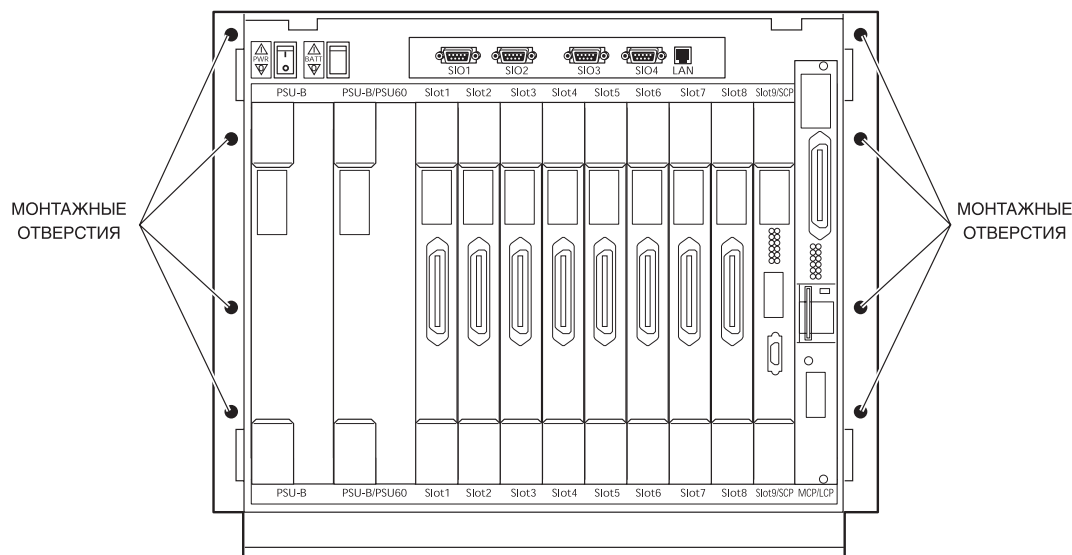

Рис.2-5 Установка блока в 19-тидюймовую стойку
4. Установите блоки в стойку на расстоянии 50 мм друг от друга по высоте и закрепите их в стойке 8 винтами (рис. 2-5).